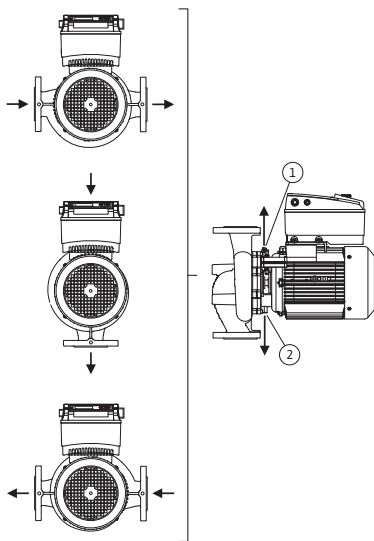

Fig. 18: Tillåtna monteringslägen med horisontell motoraxel
De tillåtna monteringslägena med horisontell motoraxel och elektronikmodul uppåt (0°) visas i fig. 18. De tillåtna monteringslägena med sidmonterad elektronikmodul (+/- 90°) syns ej på bild. Alla monteringslägena utom "elektronikmodul nedåt" (- 180°) är tillåtna. Avluftning av pumpen garanteras endast om avluftningsventilen pekar uppåt (fig. 18, pos. 1).
Endast i denna position (0°) kan det kondensat som bildas föras bort via tillgängligt hål, pumplanterna och motor (fig. 18, pos. 2).
- På horisontella motoraxlar måste kondenshålen peka nedåt (fig. 18, pos. 2). Vrid vid behov motorn tills detta uppnås.